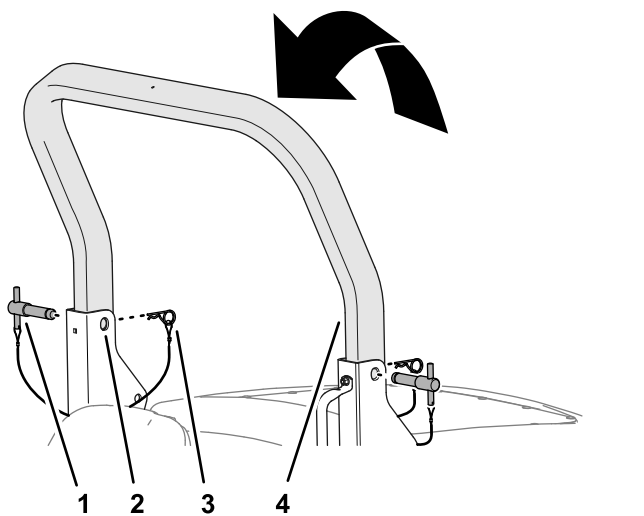

Figura 23
3. Sollevate il roll bar superiore sinché i suoi fori non sono allineati con le staffe orientabili (Figura 23).
4. Inserite i perni del roll bar nei fori superiori delle staffe orientabili e nel roll bar superiore (Figura 23).
5. Fissate i perni del roll bar alle staffe orientabili con le coppiglie (Figura 23).